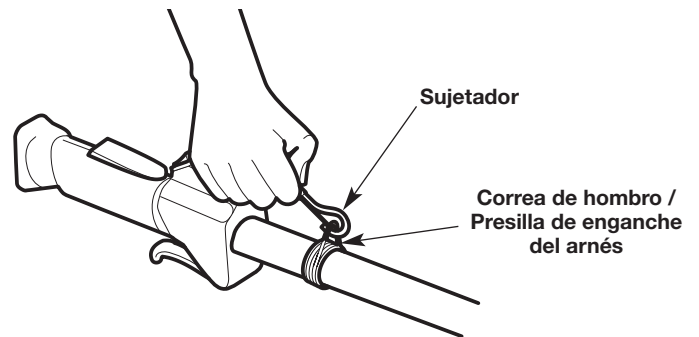

Fig. 14
5. Calce el pasador a presión sobre la correa de hombro/presilla de enganche del arnés (Fig. 14).